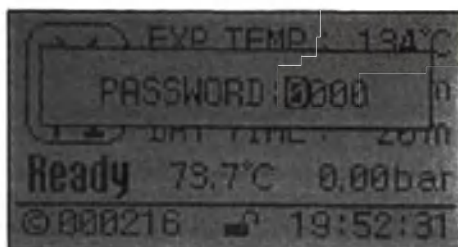

Рис. 10.1: Вид дисплея для ввода пароля
1. Если нажать кнопку <Change/Save>, то на ЖК-дисплей будет выведено окно ввода пароля, показанное на Рис. 10.1. Первый разряд пароля при этом мигает, показывая положение курсора. Ввод заданного пароля осуществляется изменением значений при помощи кнопок <△, ▽>, а положение курсора изменяется кнопками <◀, ▶>, после чего следует еще раз нажать кнопку <Change/Save>. При вводе правильного пароля на дисплей будет выведено окно настройки пользовательского цикла, показанное на Рис. 10.2, при этом начинает светиться светодиод кнопки <Change/Save>. Если введенный пароль является неправильным, дисплей вернется в состояние, соответствующее этапу готовности стерилизатора.